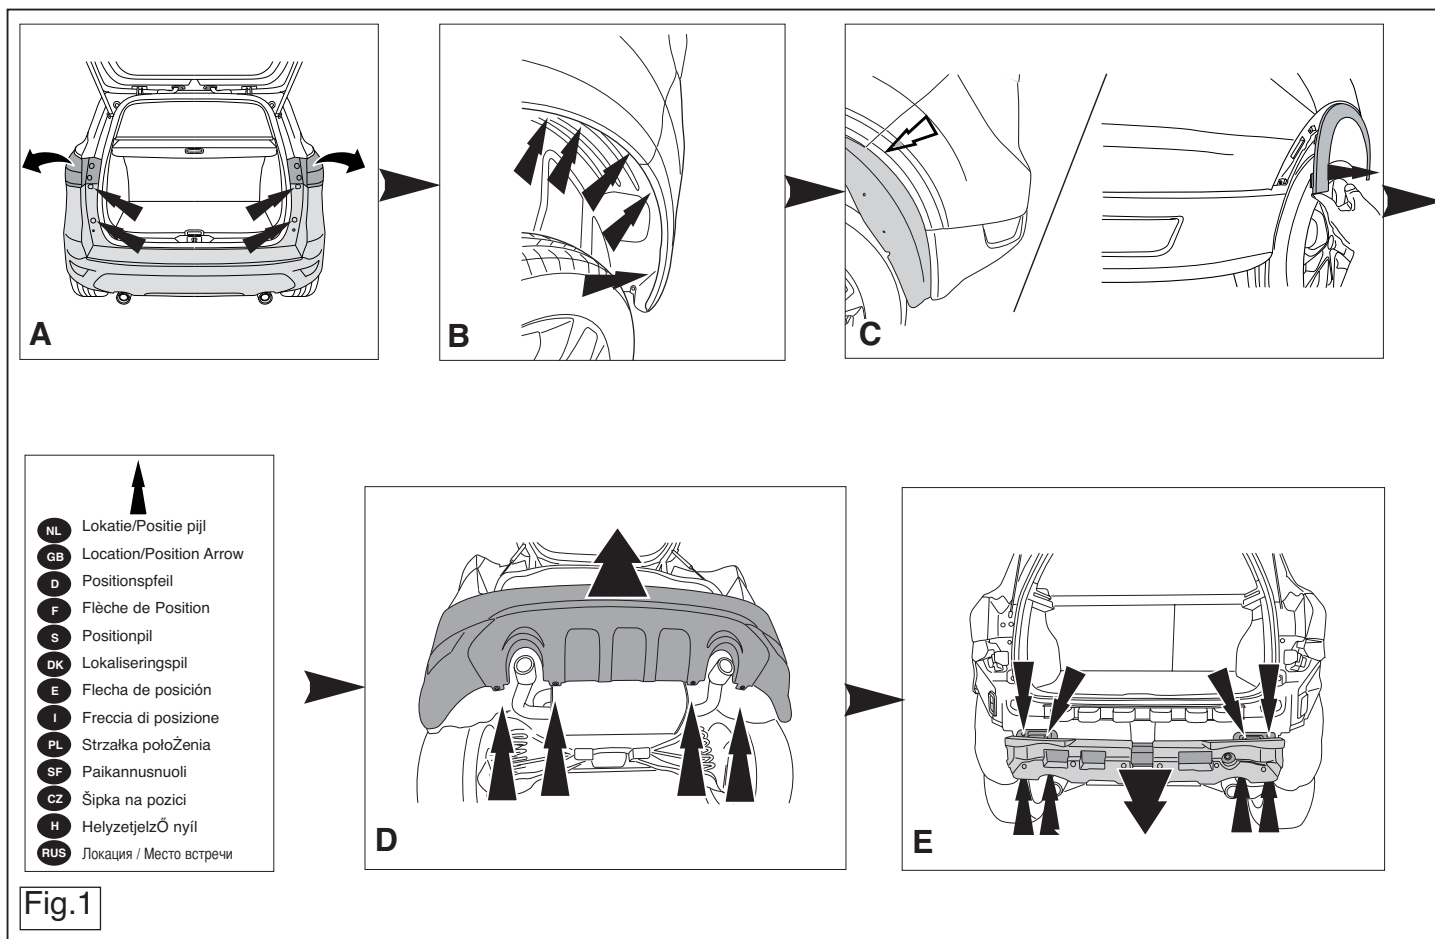

Fig.1
1. Remove the rear-light units. Remove the bumper and the steel buffer beam from the vehicle. The buffer beam will no longer be needed. (see fig. 1).
1. Demonteer de achterlichtunits. Demonteer de bumper inclusief de stalen stootbalk van het voertuig, de stootbalk wordt niet meer gebruikt. Zie fig. 1.
1. Démontez les feux arrière. Déposer le pare-chocs du véhicule y compris la traverse en acier la traverse ne sera plus utilisée. (Voir fig. 1).
1. Снять оба блока задних фар. Снять бампер вместе со стальным буферным брусом автомобиля буферный брус больше не понадобится. (См рис. 1).